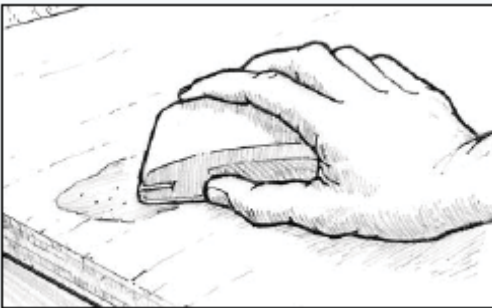

Рис. 23. Шлифуйте застывший материал, чтобы добиться необходимого результата
6. Отшлифуйте материал, сравнивая его уровень с уровнем окружающей поверхности (Рисунок 23). Если нужно удалить большое количество материала, начните работать наждачной бумагой зернистостью 50. По мере приближения к желаемому результату используйте наждачную бумагу № 80.